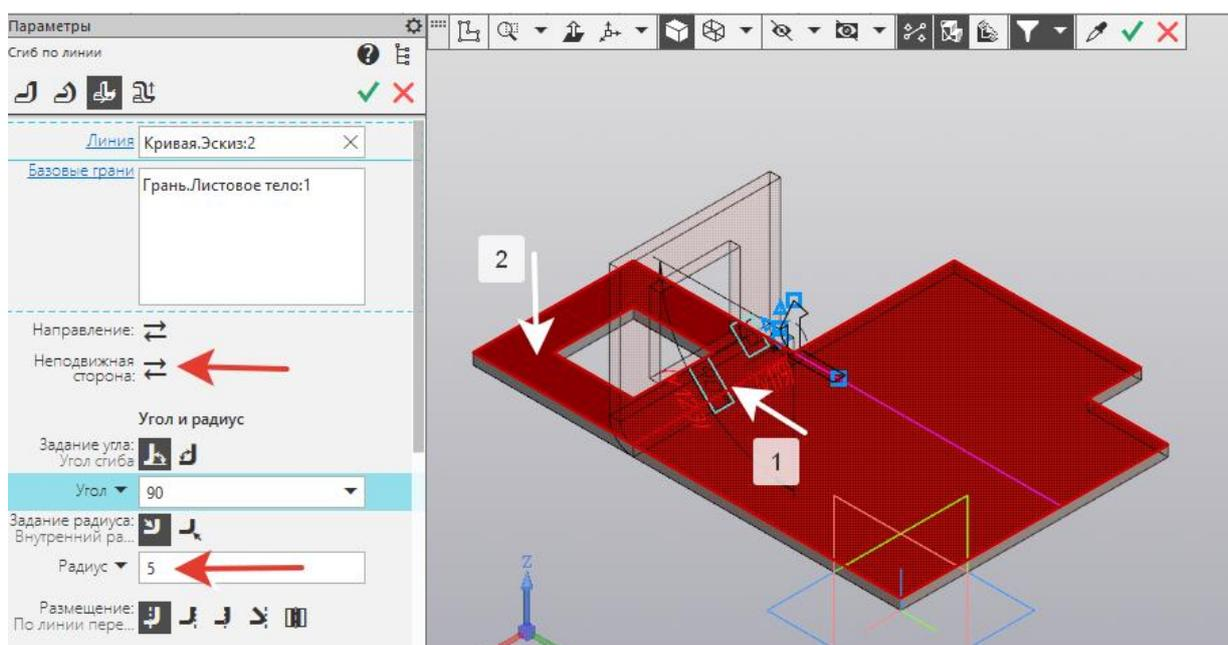

Рисунок 77.
6. На инструментальной панели выбрать *Элементы листового тела* - Сгиб - Сгиб по линии, на листовой детали указать поочередно: (1) Линия и (2) Базовые грани. Поменять направление - *Неподвижная сторона*, Радиус - 5. Создать объект (рисунок 77). Получили один сгиб.